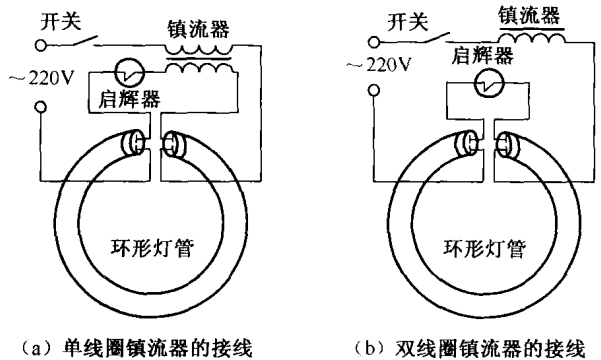

图 1-8 环形荧光灯的接线
⑤ 环形荧光灯、节能灯和高压汞灯。
a. 环形荧光灯。环形荧光灯的灯管制成圆环形，由于它可以配用各种造型美观的灯具，不仅有良好的照明效果，还具有很好的装饰性，适合于一般住宅、办公室、宾馆、饭店等场所照明，应用十分广泛。环形荧光灯的工作原理及接线与普通直管形荧光灯相同，如图 1-8 所示。环形荧光灯需配用专用灯管插座，一般与灯管成套出售。